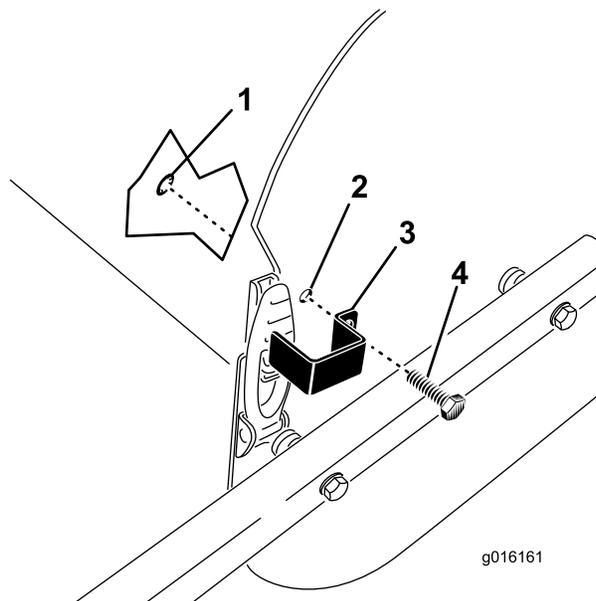

Figura 30
1. Posizionate la piastra di bloccaggio sul fermo del cofano allineando al tempo stesso il foro di montaggio con il foro nella piastra laterale (Figura 30).
2. Fissate la piastra di bloccaggio sulla piastra laterale con un bullone senza dado e un anello di ritenuta (Figura 30).